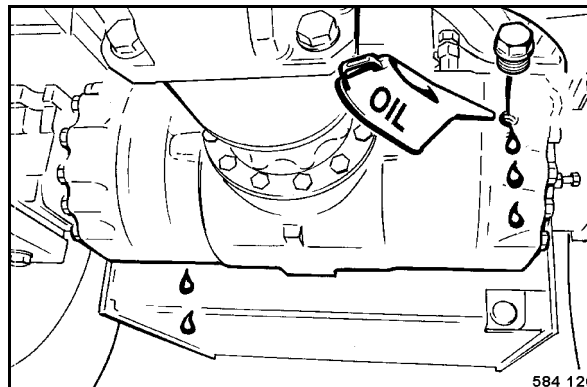

Fig. 130
- Dévisser le bouchon de vérification du niveau (Fig. 130) et vérifier le niveau d'huile.